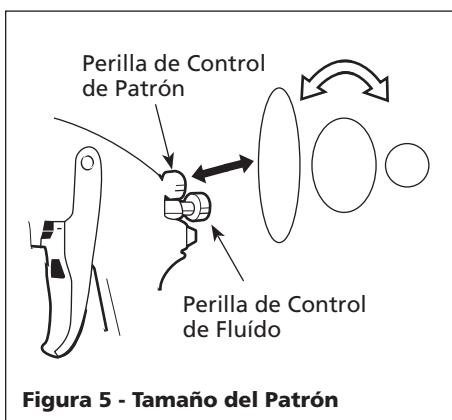

Figura 5 - Tamaño del Patrón
2. Seleccione la forma del patrón. Si desea cubrir una superficie amplia, gire la perilla de control en sentido contrario a las agujas del reloj. Si desea un patrón circular, gírela en el mismo sentido de las agujas del reloj (Vea la Figura 5).
3. Gire la perilla de control totalmente en el mismo sentido de las agujas del reloj, para cerrarlo (Vea la Figura 5).
5. Sáquele las tuercas que sostienen los empaques y reemplácelos SOLO si no puede eliminar la fuga de material después de apretar las tuercas (Vea la Figura 5). No apriete demasiado estas tuercas ya que podría restringir el movimiento de la aguja.